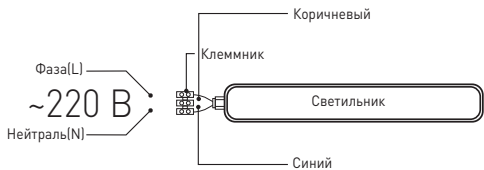

Рис.1. Схема подключения светильника к сети 220В.
3.3.2. Этот провод необходимо подключить к проводу источника питания с помощью клеммника в соответствии со схемой, изображенной на рис.1.